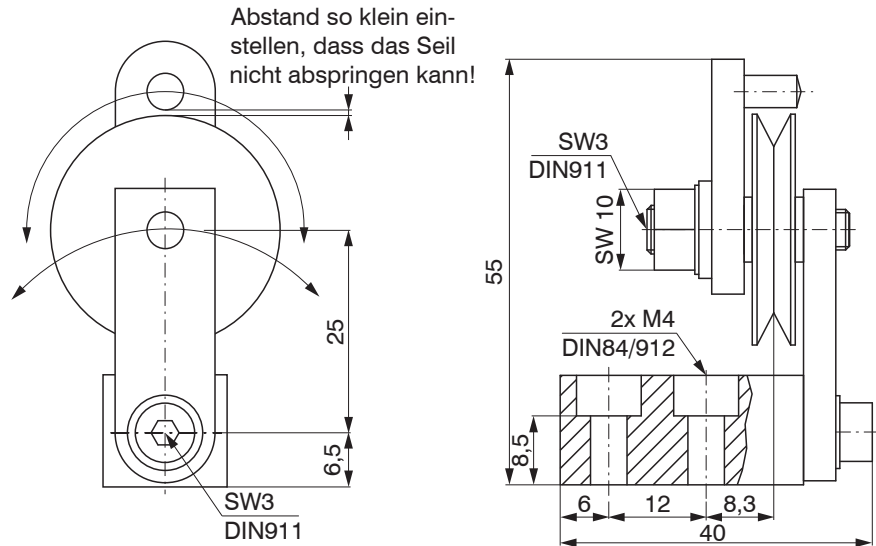

Abb. 14 Umlenkrolle TR1-WDS mit Montagefuß, Abmessungen in mm
- TR1-WDS Seilumlenkrolle mit Montagefuß, siehe Abb. 14